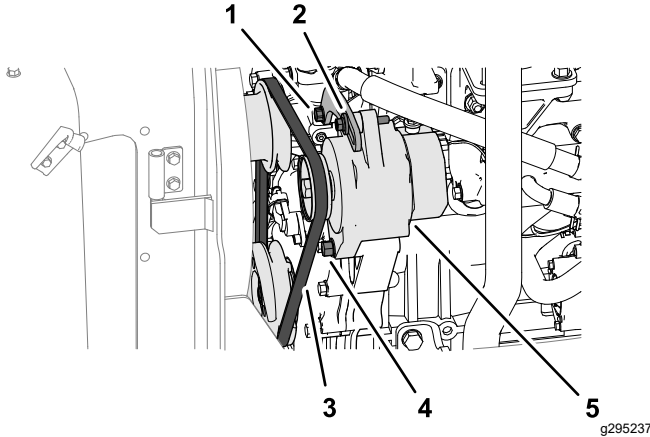

Figura 67
1. Aplique uma força de 10 kgf de força na correia do alternador (**Figura 67**), a meio caminho entre as polias.
- Se a deflexão da correia for inferior a 10 mm, desaperte o parafuso da articulação do alternador e parafuso de tensão (**Figura 67**) e reduza a tensão da correia.
- Se a deflexão da correia for superior a 10 mm, desaperte o parafuso da articulação do alternador e parafuso de tensão (**Figura 67**) e aumenta a tensão da correia.
3. Aperte os parafusos (**Figura 67**).